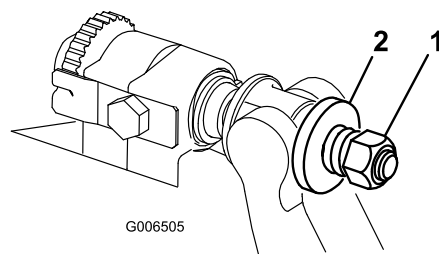

Bild 33
5. Ziehen Sie die Federspannungsmutter an, bis die Feder zusammengedrückt ist, drehen Sie sie dann um eine halbe Umdrehung heraus (Bild 33).